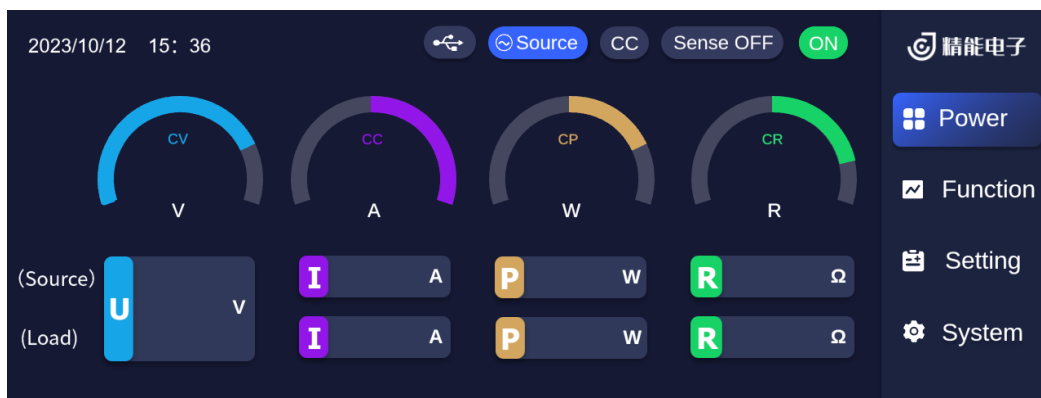

图 4-2 正常主界面
- 自检测试完成后，屏幕将进入工作页面，如果不能进入，请联系经销商处理。如图 4-2 所示为开机正常进入工作的页面。